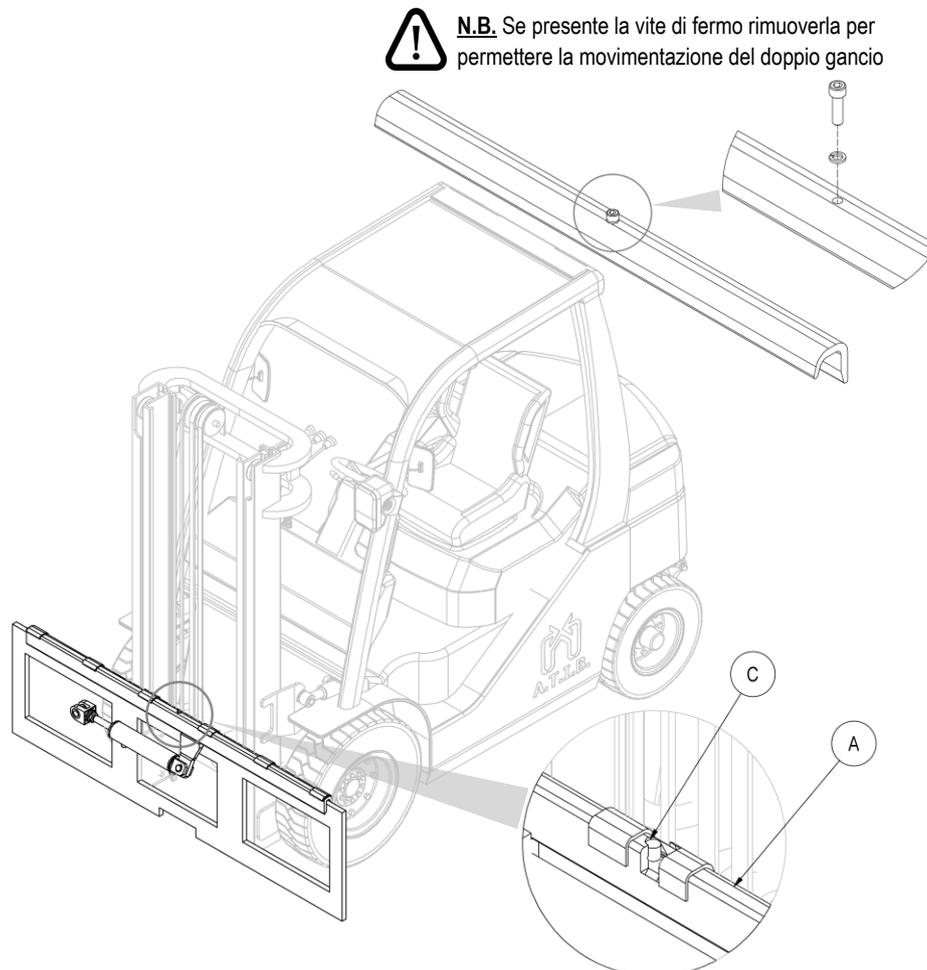

Figura 3
5. Prendere il doppio gancio A (con le relative bocche di scorrimento e con il relativo cilindro traslatore), e posizionarlo sul profilo superiore della piastra porta forche, avendo cura di incastrare il perno di centraggio C nella tacca centrale della stessa (vedi *Figura 3*).